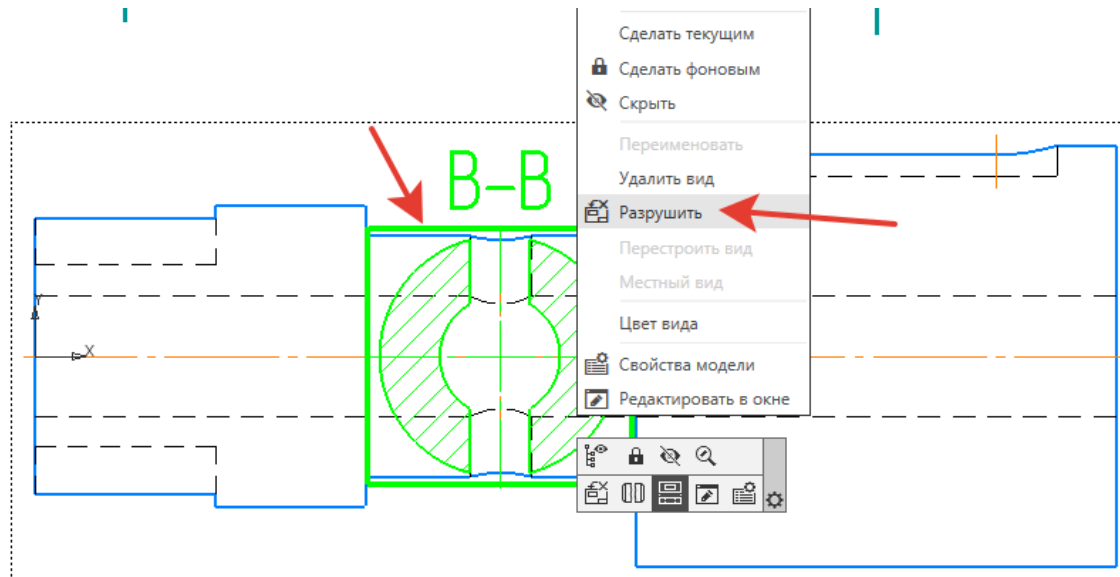

Рисунок 108.
22. Щелкнуть правой клавиши мыши на сечении. На всплывающем меню найти *Разрушить* (Рисунок 108). Удалить обозначение сечения *В-В*, так как при изображении наложенного сечения его буквенное обозначение не указывается.